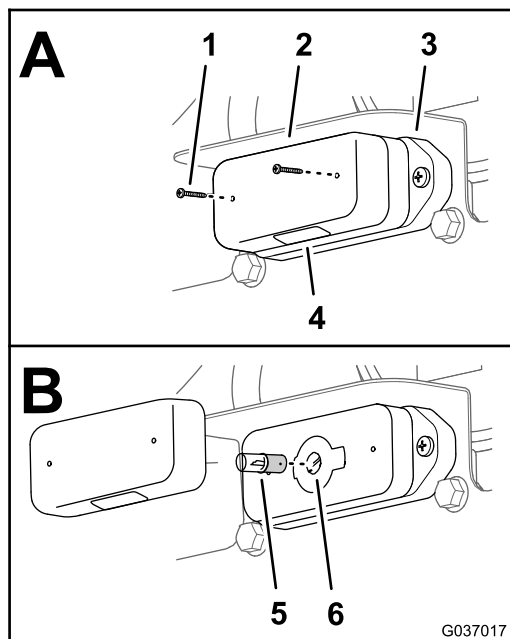

Figura 76
1. Rimuovete le 2 viti che fissano il coperchio alla base della luce della targa e rimuovete il coperchio (A di Figura 76).
2. Spingete la lampadina leggermente verso il basso e ruotatela in senso antiorario fino a quando non si sblocca dal relativo attacco e rimuovete la lampadina (B di Figura 76).
3. Inserite la nuova lampadina nel relativo attacco (B di Figura 76).
4. Premete la lampadina leggermente verso il basso e ruotatela in senso orario fino a quando non si blocca nell'attacco (B di Figura 76).
5. Allineate il coperchio alla base della luce della targa con il vetro in basso (A di Figura 76).